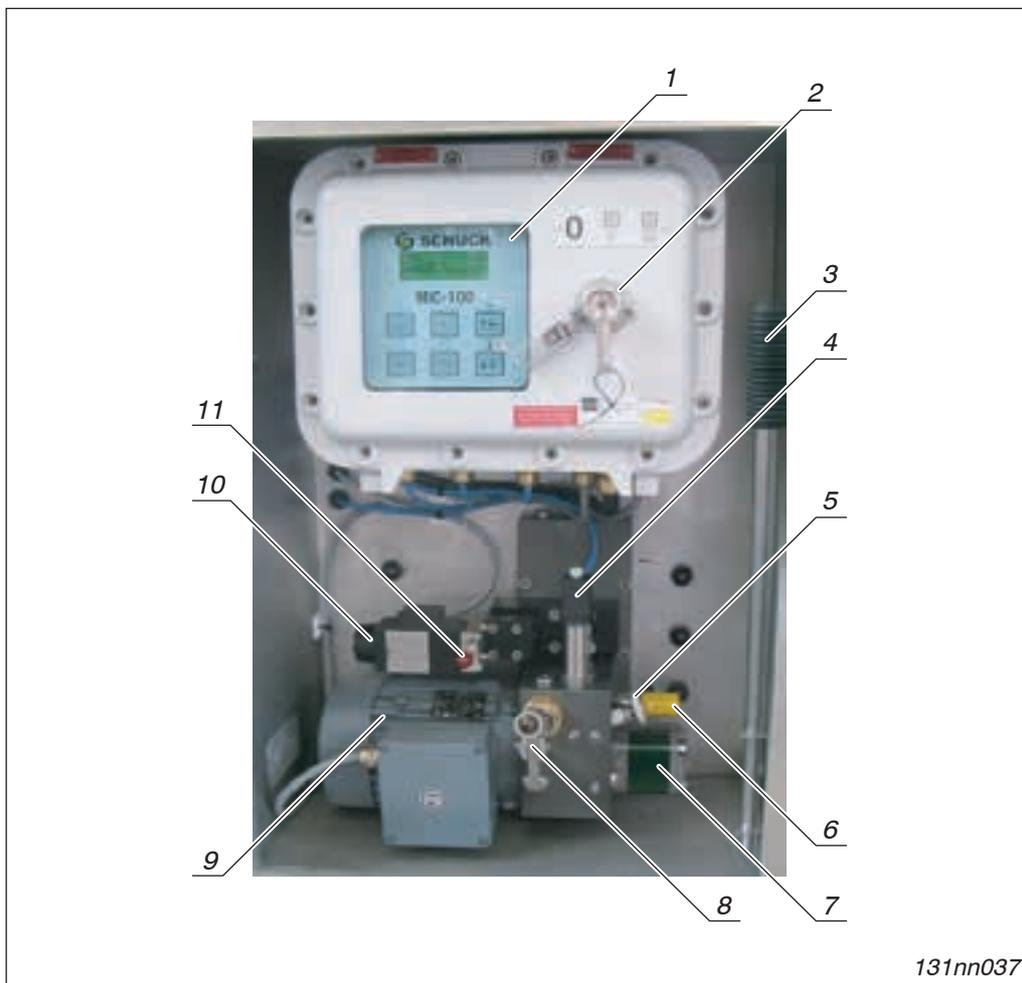

Fig. 3-10 Schaltschrank der elektrohydraulischen Steuerung (Ausführung kann variieren)
- Keine Spannung am Magnetventil (→ Seite 3-19, Fig. 3-10, Pos. 10) bis zum Druckaufbau
- erst nachdem am Display (→ Seite 3-19, Fig. 3-10, Pos. 1) ein konstanter Druckaufbau erkennbar ist, darf das Magnetventil mit Spannung beaufschlagt werden